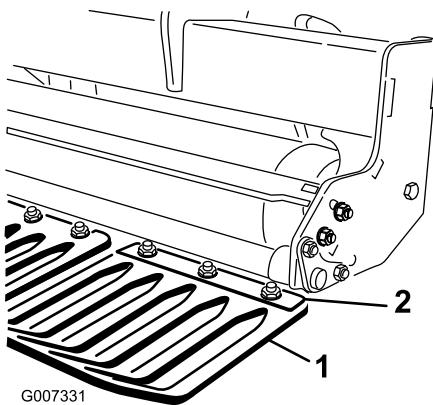

Figura 17
- Afloje las tuercas que sujetan las abrazaderas del protector de césped a la barra de herramientas del protector de césped (Figura 17).